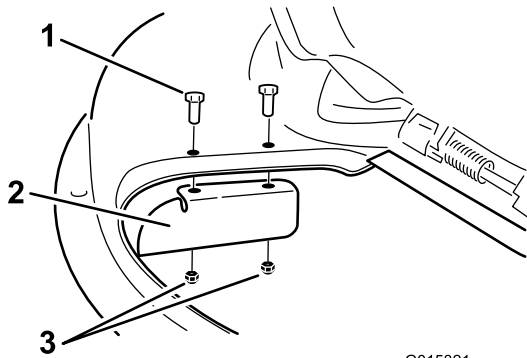

Figure 19
Remarque: Sur certains modèles, le déflecteur d'ouverture est déjà monté (Figure 19). Passez à la procédure suivante si un déflecteur d'ouverture est déjà monté.
1. Fixez le déflecteur d'ouverture au plateau de coupe à l'aide de 2 boulons (5/16" x 3/4") et 2 contre-écrous (5/16") (Figure 19).